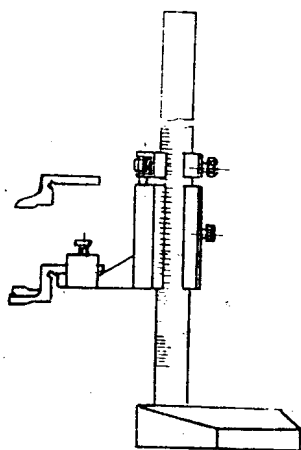

图 1-17 高度游标尺
(1)高度游标卡尺如图 1-17 所示,它是利用游标原理对装置在尺框的划线量爪工作面与底座工作面相对移动分隔的距离进行读数的一种测量工具。主要是安放在平板上检验工件的高度和距离。若换上划线量爪,也可以进行准确划线。